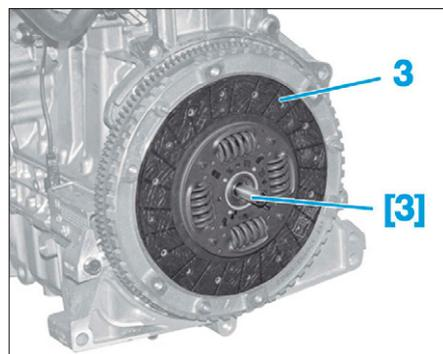

FIG. 3
- Reposer le disque d'embrayage (3) (Fig.3).
- Centrer le disque d'embrayage (3) à l'aide du mandrin de centrage [3].